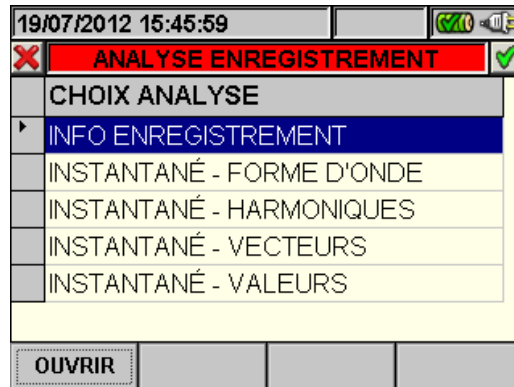

Fig. 143 : Analyse Engistrement (type données Snapshot)
2. Appuyer sur la touche **ESC** (ou l'icône ) pour sortir de la fonction et revenir à la page « Analyse Engistrement » (Fig. 143).
- La touche **ESC** (ou l'icône ) pour sortir de la fonction et revenir à la page « Analyse Engistrement » (Fig. 143).